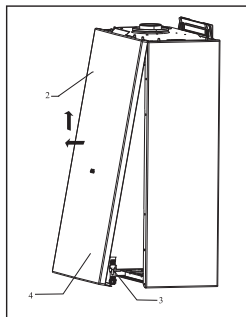

Рис. 16
- возьмитесь за нижнюю часть корпуса и откройте его наружу (поз. 2 рис. 16), чтобы обнажить соединительную линию блока управления.
- снимите шнур соединительного провода блока управления. (поз. 3 рис. 16)
- выньте панель и блок управления вместе.(поз. 4 рис. 16)